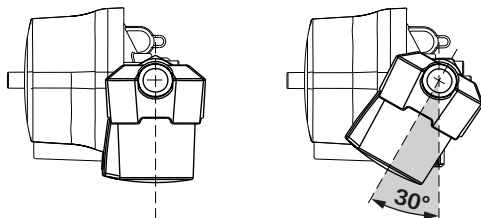

Fig. 6
- ❗ Si la coupelle de filtre n'est pas suffisamment accessible, un montage du filtre à gaz incliné vers l'avant jusqu'à 30° est autorisé (Fig. 6). Cela permet de manipuler plus facilement le bol de décantation lors du remplacement des coussins filtrants.